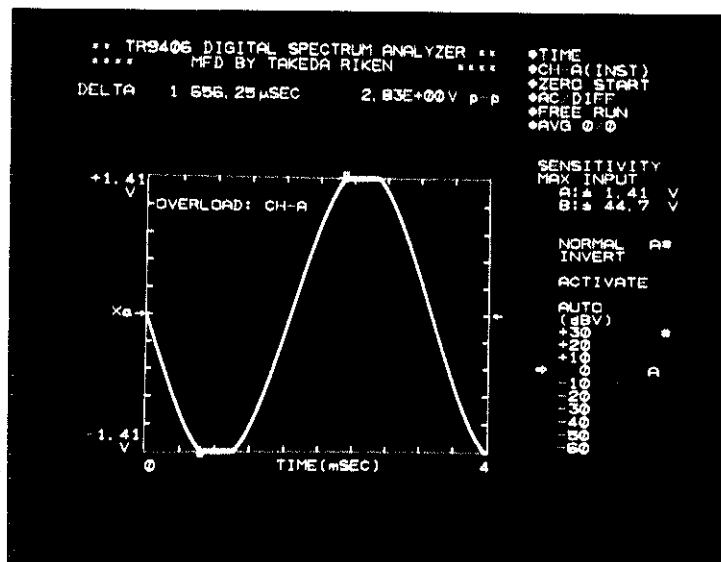

図 4-11 OVERLOAD 表示
過入力検出1、過入力検出2および同相過入力検出によって、振幅および周波数レンジに対して過入力が検出された場合、検出されている間中②の**OVERLOAD**ランプが点灯し、“ピィ”という連続音を発します。また、CRTディスプレイ上には〔図4-11〕に示しますように、中央に